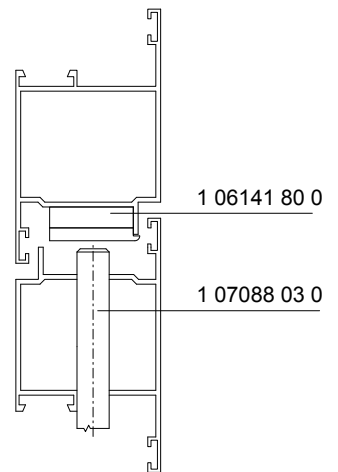
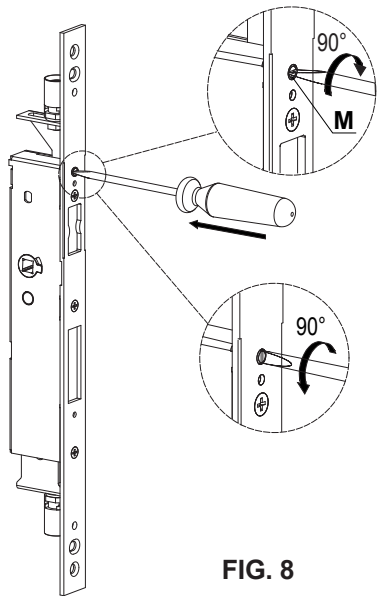

FIG. 7
FIG. 8
- Manual (**Fig. 7**): para bloquear las varillas, presione y gire el botón **M 90°** (**Fig. 8**).